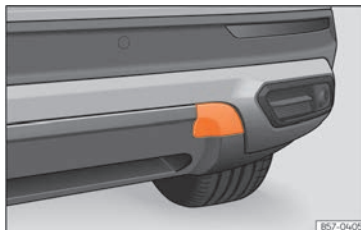

Abb. 47 Auf der rechten Seite des hinteren Stoßfängers: Abdeckung entfernen.
Die Abschleppöse wird in die hinter einer Abdeckung auf der rechten Seite des hinteren Stoßfängers befindliche Aufnahme eingeschraubt »» **Abb. 47**.
- Drücken Sie auf den oberen Bereich der Abdeckung »» **Abb. 47** und klinken Sie diese aus.